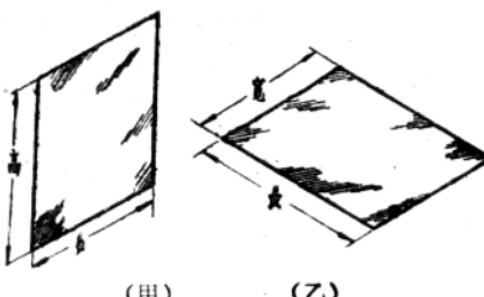

图13
1. 坚立的面，用它的长度和高度来表示，如图13（甲）。
2. 水平的面，用它的长度和宽度来表示，如图13（乙）。